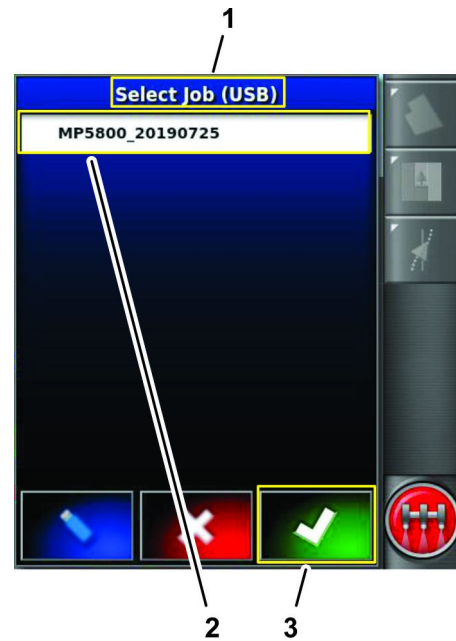

Figura 95
6. Pulse el icono del trabajo que desea transferir a la otra máquina, y pulse el icono Confirmar (Figura 95).